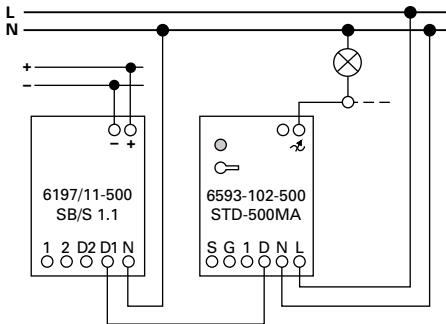

Fig. 3**NL**
- Via vermogensbouwsteen 6594-102-500 (zie Fig. 3)